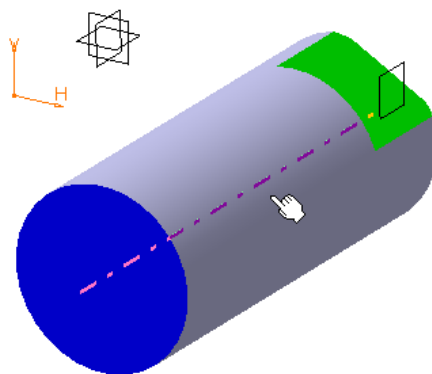

Рис. 94
2) Вибрати циліндричну поверхню, щоб її вісь перетиналася з точкою початку відліку системи координат (Рис. 94).